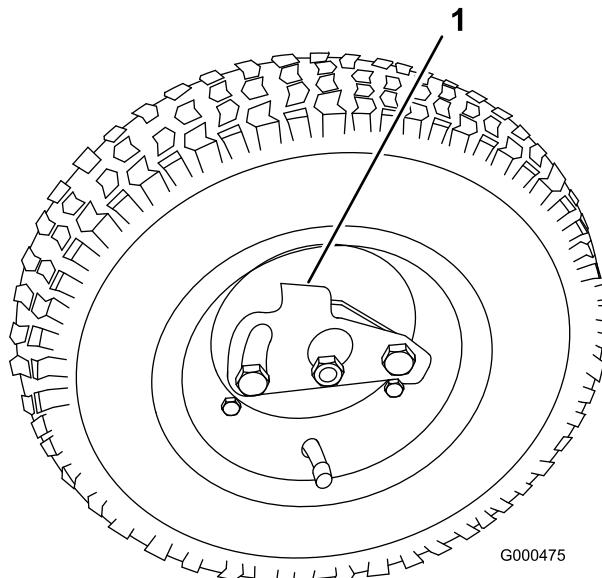

Рисунок 8
- Отожмите стопор колеса к центру колеса и наденьте колесо на шестигранный вал (Рисунок 8).